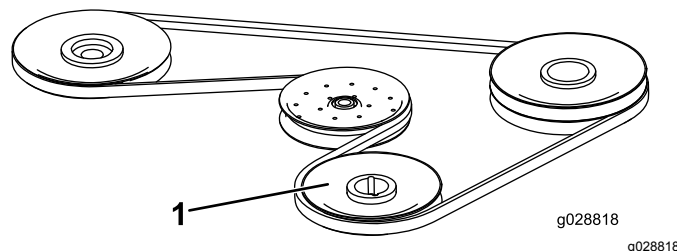

Figura 3
4. Rimuovete la cinghia che passa sul lato destro del piatto di taglio e installate la cinghia del kit nella stessa posizione (Figura 3).